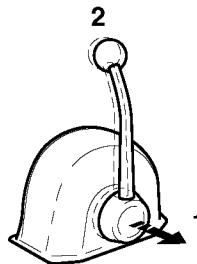

Figure 11
Lorsque la poignée est désengagée (Figure 11, (1)), le régime du moteur peut être contrôlé sans engager l'embrayage. L'embrayage reste en position NEUTRE, en position de point mort. Tournez le bouton (Figure 11, (2)) dans le sens inverse des aiguilles d'une montre pour déplacer la poignée ou dans le sens des aiguilles d'une montre pour verrouiller la poignée.